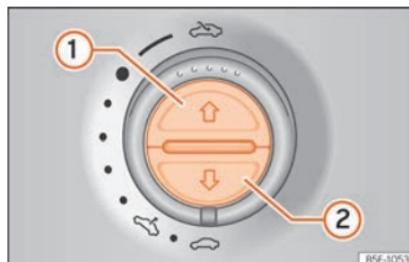

Abb. 149 In der Dachinnenverkleidung: Tasten des Sonnenschutzrollos.
Vollständig öffnen (automatische Funktion)	Taste »» Abb. 149 ① kurz drücken.
- Der Schalter muss auf der Position „geschlossen“ »» Seite 19 (1) stehen.
- *Sonnenschutzrollo:* Innerhalb von etwa 5 Sekunden nach dem Auslösen der Kraftbegrenzung die Taste »» Abb. 149 (2) so lange drücken, bis das Sonnenschutzrollo vollständig geschlossen ist.